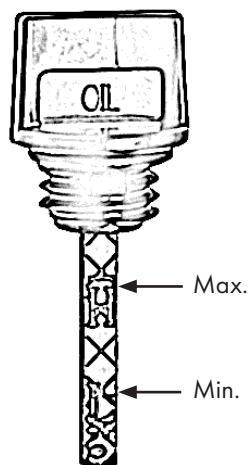

Figure 8
- Lisez le niveau d'huile, voir également la figure 8.
Il doit y avoir un film d'huile entre le repère supérieur et le repère inférieur. S'il n'y a pas de film d'huile, le niveau d'huile est trop bas, fig. 8. Ajoutez de l'huile. H-High signifie maximum. L-Low signifie minimum.